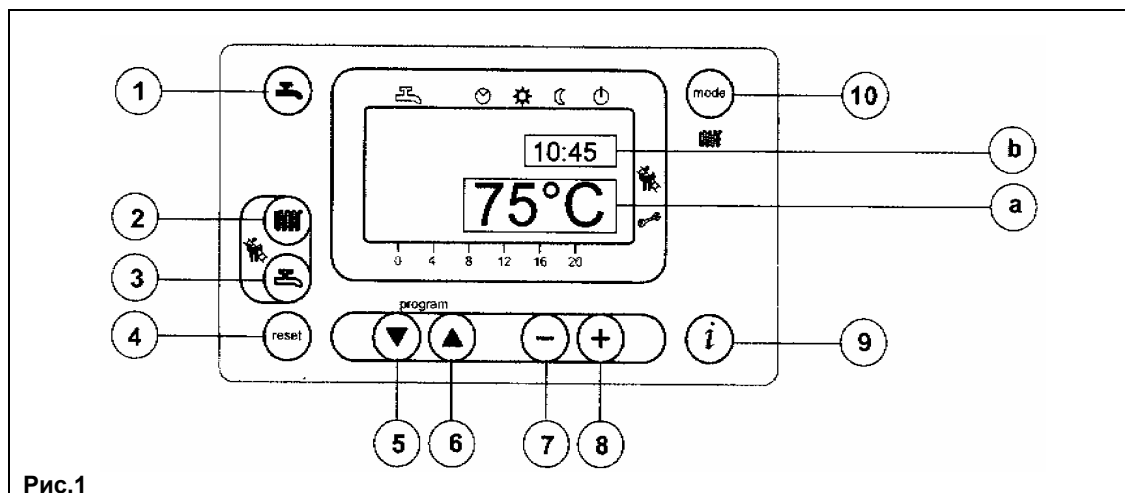
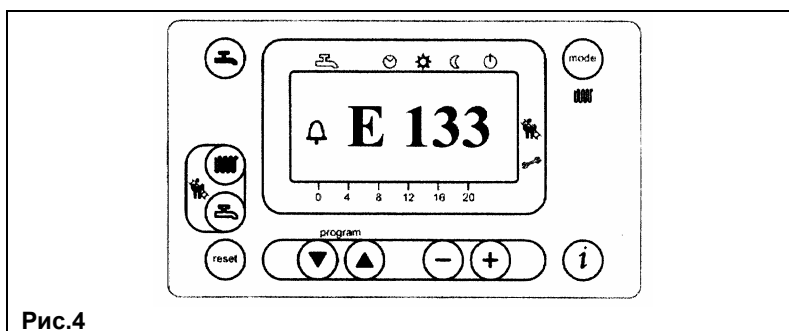

Рис.1
Рис.4
- Для установки значения температуры воды системы отопления нажмите кнопку (поз. 2 Рис. 1);
- нажмите одну из кнопок (поз. 1 или 10 Рис. 1) для запоминания значения и возврата в основное меню.
Прим. При подсоединенном датчике уличной температуры с помощью кнопки (поз. 2 Рис. 1) можно осуществлять смещение по климатическим кривым. Для увеличения или уменьшения комнатной температуры в отапливаемом помещении действуйте кнопками .
- Для установки максимального значения температуры воды системы ГВС нажмите кнопку (поз. 3 Рис. 1);
На основном дисплее (Рис. 1 а) одновременно с кодом неисправности высвечивается символ  (Рис. 4).
На дополнительном дисплее (Рис. 1 б) индикация неисправности происходит при помощи попеременно сменяющихся друг друга кода неисправности и значения времени. В данном случае перезапуск котла возможен только после устранения причины неисправности.